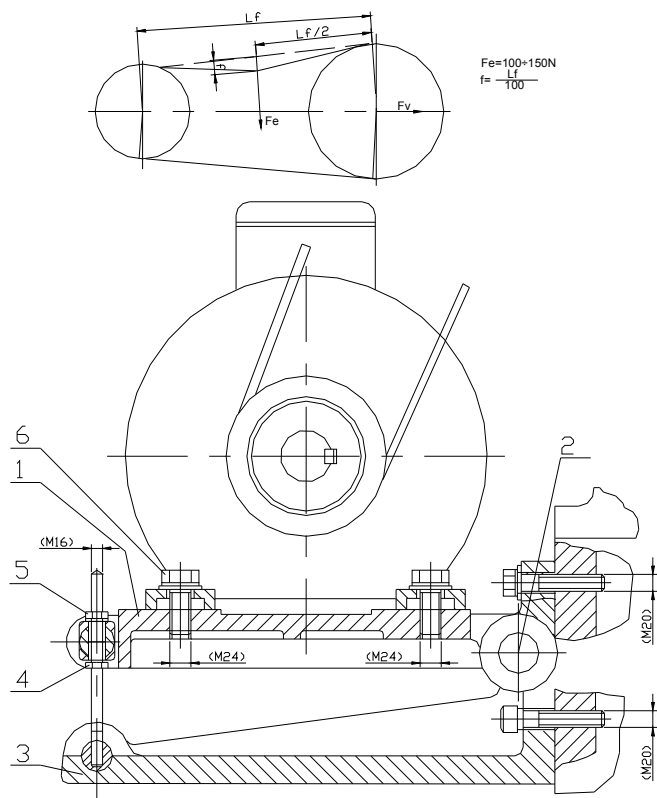

Рис.21
8.1. ЗАМЕНА ГЛАВНОГО ЭЛЕКТРОДВИГАТЕЛЯ И РЕМНЕЙ (рис.21)